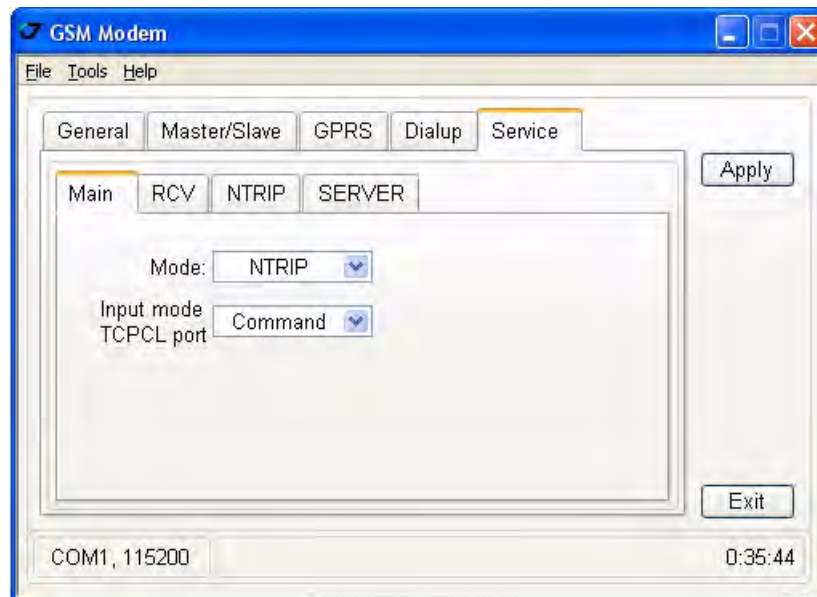

Рисунок 3-8. Закладка Service
3. В подзакладке *Main* закладки *Service* произведите следующие настройки (Табл. 5) и нажмите *Apply* (Рисунок 3-8 на стр. 49).